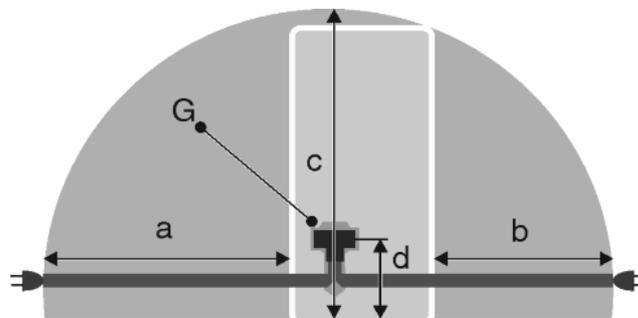

Fig. 21
- Kontaktdakša neatrodas ierīces mugurpuses zonā dotajā zonā Fig. 21 (a, b, c).
- ▶ Ievietojiet ierīces kontaktdakšu Fig. 21 (G) ierīces mugurpusē. Ievērojiet pareizo nofiksēšanos.